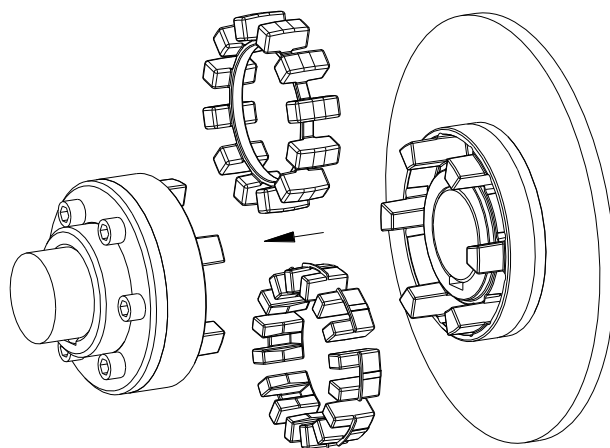

Bild 21
- Setzen Sie den Elastomerring bzw. die DZ Einzel-elastomere in die Nockenpartie der Standard Nabe bzw. Nockenring ein (siehe Bild 21).